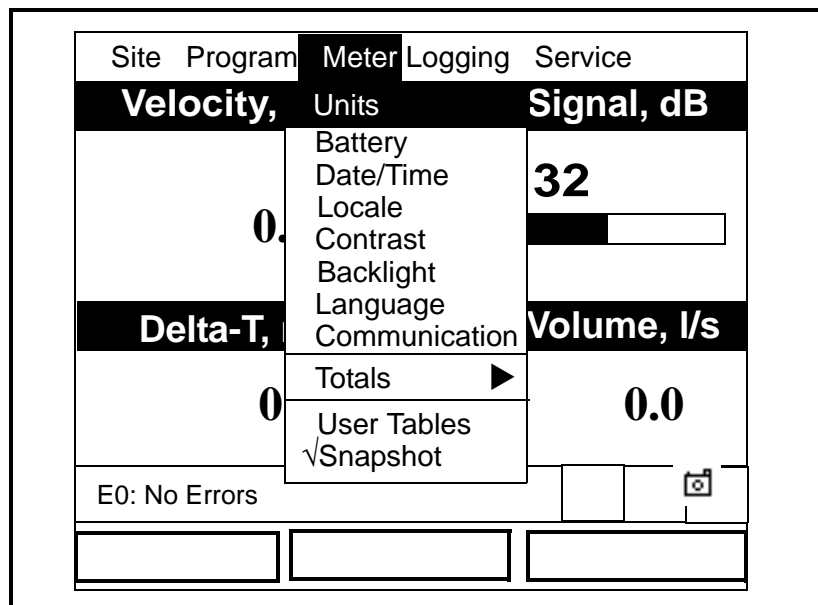

Figura 3-11: Ventana del menú Meter (Medidor)
2. Desplácese por dicha barra hasta que se resalte la pestaña del menú *Meter* (Medidor), y pulse [ENTER]. Aparecerá una ventana como la de la figura 3-11.